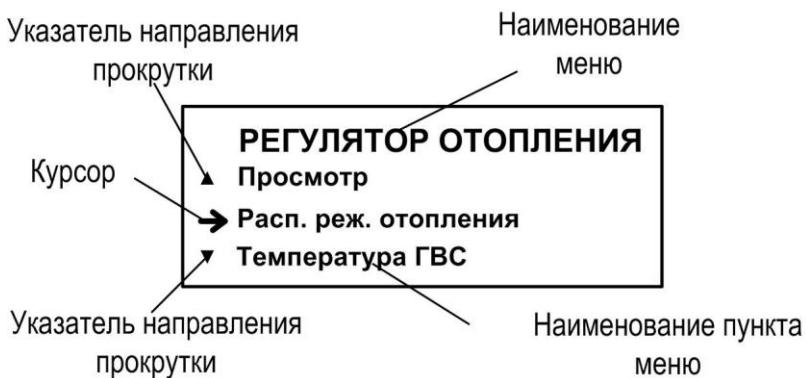

Рис.1. Вид основного меню.
- 1.1.1. Для управления регулятором с клавиатуры ИВБ используется многоуровневая система меню (Приложение Б), состоящая из основного меню, подменю и окон, содержащих списки команд и параметров. Основное меню (рис.1) имеет неизменный состав. Состав и структура подменю и окон, а также возможности модификации установочных параметров определяются режимом работы регулятора.
- 1.1.3. Индикация на дисплее состоит из наименования меню (окна), располагающегося неподвижно в первой строке дисплея жидкокристаллического индикатора (ЖКИ), и наименований пунктов меню (параметров), которые могут смещаться вверх или вниз (рис.1).
- 1.1.5. Одновременно на дисплее может индицироваться не более 3-х строк (пунктов меню, параметров из списка). Поэтому в начале первой и последней строк пунктов (параметров) могут располагаться указатели направления прокрутки в виде треугольников (рис.1), вершины которых направлены в стороны возможного перемещения курсора по строкам (пунктам меню, параметрам).